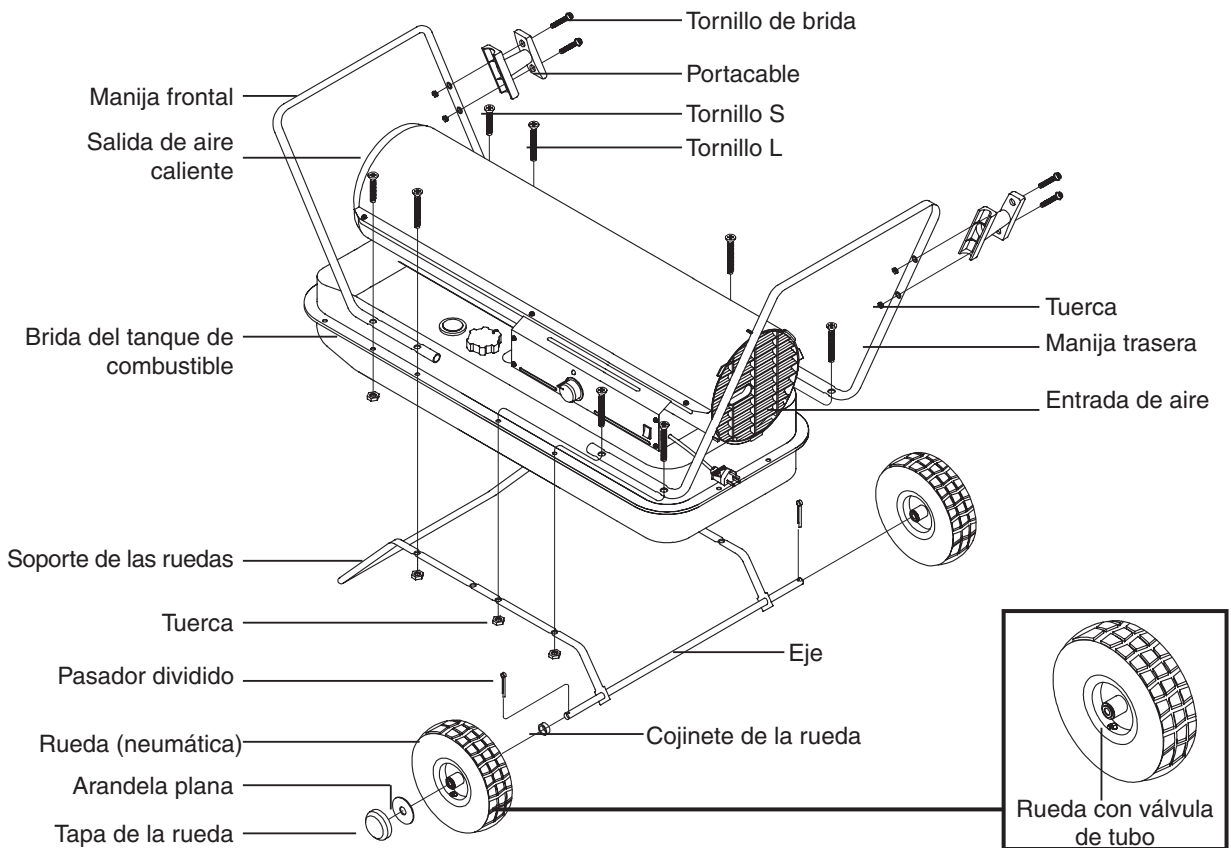

Figura 8. Ensamble de rueda y manija, MODELOS DFA-170C / DFA-210C ÚNICAMENTE
NOTA: Cuando coloque las ruedas, la válvula del tubo debe estar orientada hacia afuera de la estructura de soporte (Ver Figura 8).
- 4) Coloque el calentador en la estructura de soporte de las ruedas. Cerciórese de que el terminal de entrada de aire (trasero) del calentador esté sobre las ruedas. Alinee los agujeros de la brida del tanque de combustible. Inserte los tornillos a través de las manijas, (frontal y trasera), de la brida del tanque de combustible y de las estructuras de soporte de las ruedas como se ilustra en la Figura 8 y fije la tuerca ajustándola con los dedos después de insertar el tornillo.
- 1) Alinee el agujero en la manija (frontal y trasera) con el agujero de montaje en el portable (Ver Figura 8)
- 2) Inserte los tornillos a través del portable, manijas (frontal y trasera) como se ilustra en la Figura 8 y coloque la tuerca apretándola con los dedos después de insertar cada tornillo.